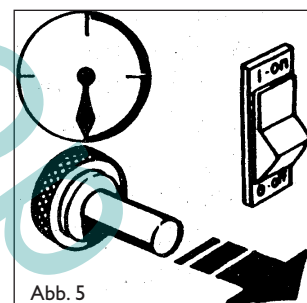

Abb. 5
- Nach dem Anspringen den Ventilknopf 10 Sek (Abb. 5) lang gedrückt halten. Sollte nach dem Loslassen des Knopfes der Heizer ausgehen, eine Minute warten und dann die Zündungsprozedur wiederholen, indem der Ventilknopf etwas länger gedrückt wird.